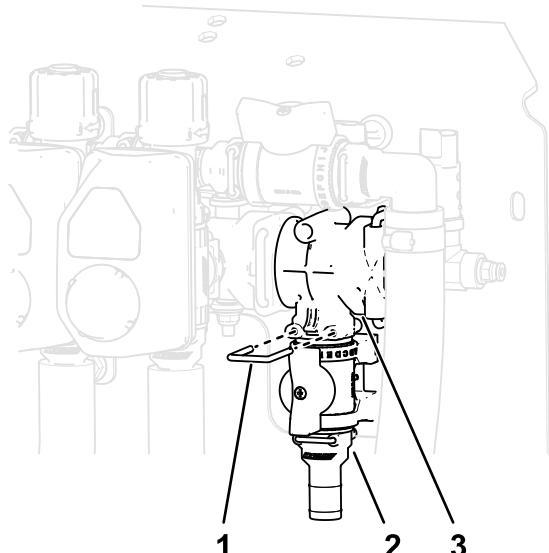

**Bild 28**
7. Befestigen Sie die Ventilbefestigung mit den vier Bundkopschrauben (M6 x 12 mm) an der mitgelieferten Regelventilhalterung (Bild 28); ziehen Sie die Schrauben mit 10–12 N·m an.